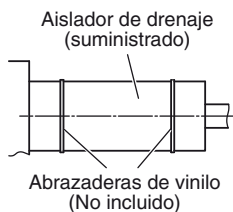

Fig.3-9
- (2) Después de haber conectado con seguridad el tubo de drenaje, envuelva la empaquetadura suministrada y el aislador del tubo de drenaje, y por último, asegúrelo con las abrazaderas de vinilo. (Fig. 3-9)